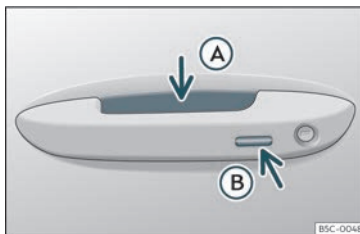

Fig. 77 Manípulo da porta: superfícies sensoras
»» Fig. 77
- Empurre o manípulo de uma das portas dianteiras. Ao fazê-lo, toca-se na superfície sensora»» Fig. 77 (A) (seta) do manípulo e destranca-se o veículo.
- Toque *uma vez* na superfície sensora de bloqueio»» Fig. 77 (B) (seta) do manípulo de uma das portas dianteiras. A porta cujo manípulo se aciona deverá estar fechada.
- Toque *uma vez* na superfície sensora »» **Fig. 77** (B) (seta) do manípulo de uma das portas dianteiras. O veículo é trancado com o sistema de segurança «Safe»»» Página 105. A porta cujo manípulo se aciona deverá estar fechada.
- Toque *duas vezes* na superfície sensora »» **Fig. 77** (B) (seta) do manípulo de uma das portas dianteiras para trancar o veículo sem ativar o sistema de segurança «Safe»»» Página 105.
- Pressione o botão de fecho  do comando à distância e toque uma vez, dentro dos 5 segundos seguintes, na superfície sensora de bloqueio do manípulo da porta do condutor »» **Fig. 77** (B). Não agarre o manípulo da porta, caso contrário o veículo não trancará. Também é possível levar a cabo a desativação se se bloquear o veículo através do fecho da porta do condutor.
Para **fechar com a função de conforto** todas as janelas elétricas e o teto de vidro, mantenha um dedo durante uns segundos sobre a superfície sensora de bloqueio »» **Fig. 77**  (seta) do manípulo da porta até que as janelas e o teto se tenham fechado.
As superfícies sensoras dos manípulos das portas poderiam ativar-se ao receber um jato de água ou de vapor a grande pressão, caso existisse alguma chave do veículo válida na zona próxima. Se, pelo menos, uma das janelas com acionamento elétrico estiver aberta e se se ativar a superfície sensora »» **Fig. 77**  (seta) de um dos manípulos de forma permanente, fechar-se-ão todas as janelas.
- **OU:** toque *duas vezes* na superfície sensora situada na parte exterior do manípulo da porta»» **Fig. 77 B**.